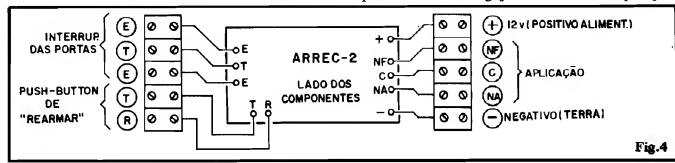

Fig. 4
- FIG. 4 - CONEXÕES (BÁSICAS...) EXTERNAS À PLACA - Em "primeira instância", as conexões externas são muito simples (vistas no diagrama, onde a placa ainda é mostrada pelo lado não